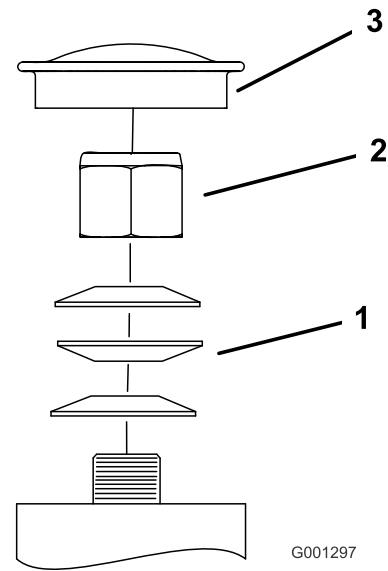

Figure 68
3. Retirez le capuchon antipoussière de la roue pivotante et serrez le contre-écrou (Figure 68).
4. Continuez de le serrer jusqu'à ce que les rondelles élastiques soient aplaties, puis desserrez-le de $\frac{1}{4}$ de tour pour obtenir la précharge correcte des roulements (Figure 68).
Important: Veillez à placer les rondelles élastiques comme montré à la Figure 68.
5. Remettez le capuchon antipoussière en place (Figure 68).